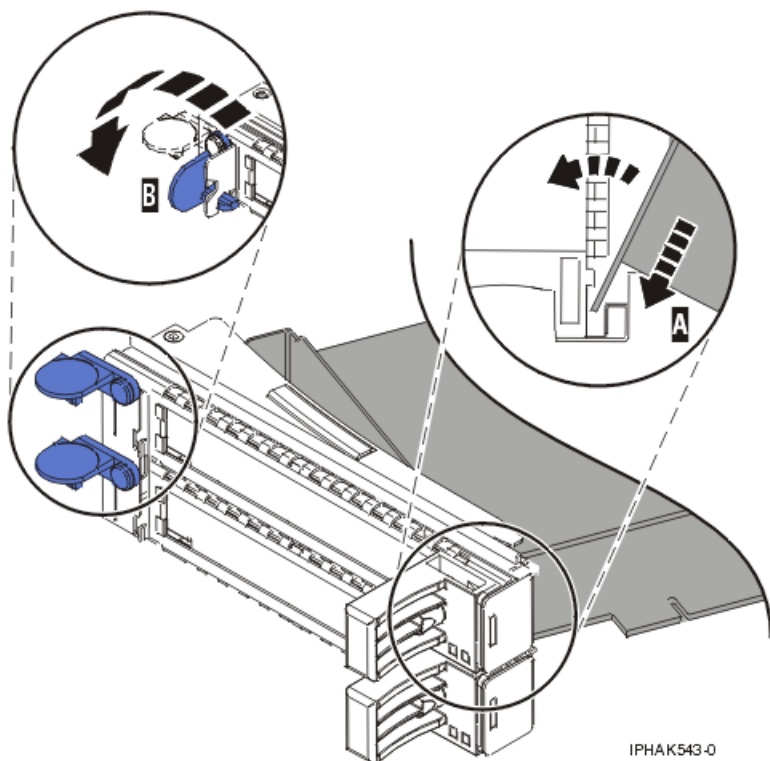
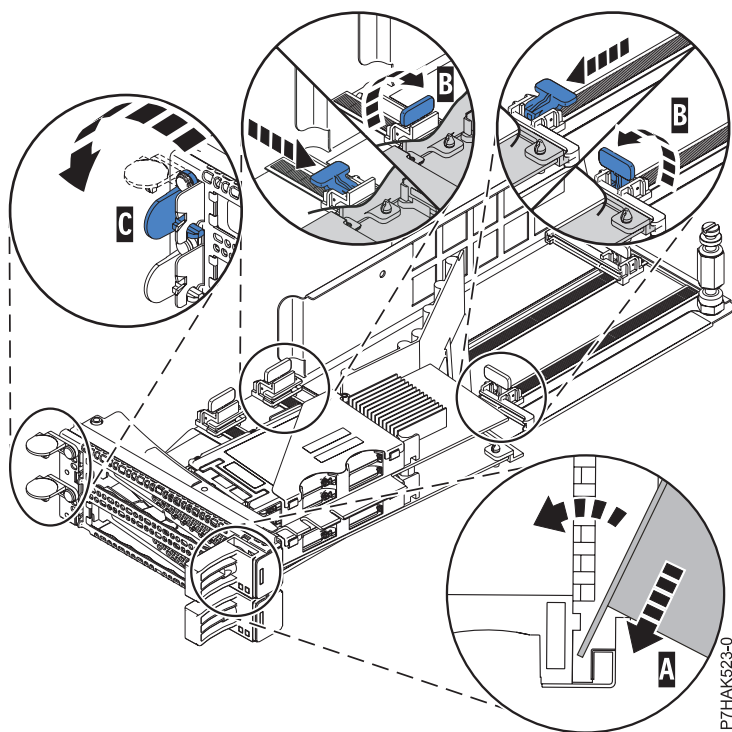

Figura 98. Adaptador que s'ha tornat a col·locar al casset d'adaptadors PCI
Figura 99. Substitució d'un adaptador PCIe RAID i SSD SAS en el casset d'adaptadors PCI
- a. Amb l'armella de la contrapunta en posició d'obert, inseriu l'adaptador amb fermesa al canal **(A)** de retenció de la contrapunta. Per a un adaptador PCI típic, consulteu Figura 98 a la pàgina 105. Per a un adaptador PCIe RAID i SSD SAS, consulteu Figura 99 a la pàgina 105.